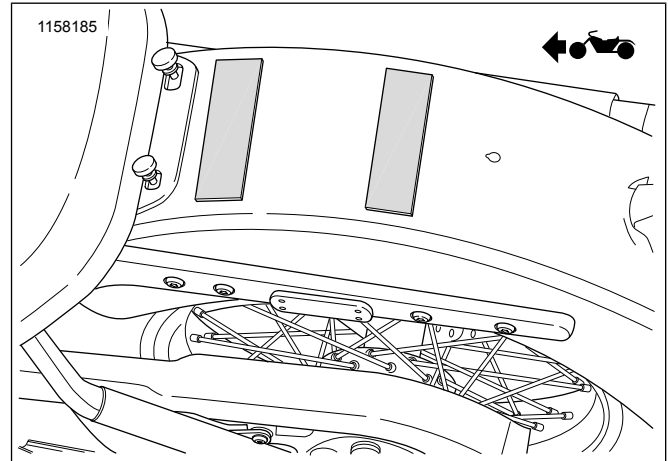

Figura 1. Posizionamento del nastro anti-abrasione
1. Figura 1 Tagliare il nastro anti-abrasione in due pezzi, rifinire secondo la larghezza del parafango posteriore e applicare.